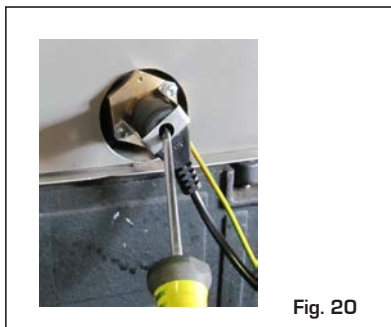

Fig. 20
2.6 TERMOSTATO DI SICUREZZA (fig. 20)